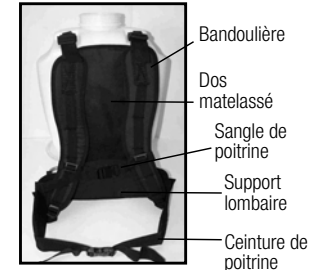
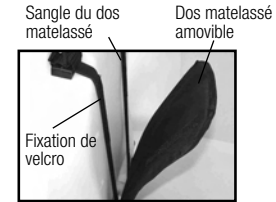

Figure 1
Figure 3
3. Remove the In-tank filter from the pressure cylinder (located inside the tank - fig. 1).
5. Remove the large clamp holding the pressure chamber and tank together (fig 1).
6. Rock the pressure chamber back and forth and push down to free it from the tank (fig 1).
La bandoulière est fournie avec plusieurs fonctions incluant bandoulière, sangle de poitrine, ceinture, support lombaire et dos matelassé (figure 1). Le dessus de la bandoulière et la sangle de dos matelassé sont fixés sur le dessus du réservoir et sont amovibles. La sangle de dos matelassé s'installe au bas du réservoir (figure 2). Le dos matelassé est installé à sa sangle avec du velcro et est amovible (figure 3). La sangle du support lombaire s'installe au tube de base au bas du réservoir (figure 4).